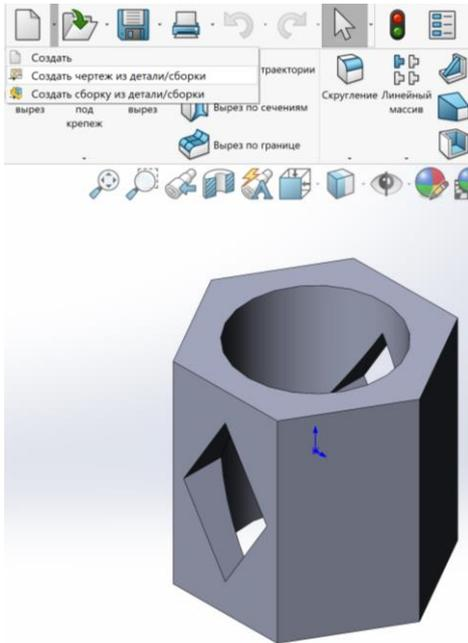
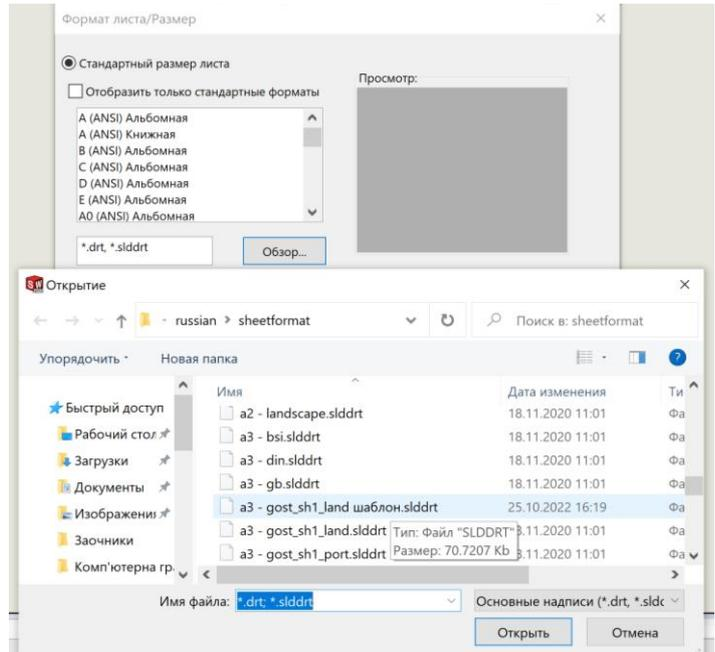

Рисунок 4.9 – 3D модель
Рисунок 4.10 – Відкриття шаблону
1. У відкритому документі побудованої 3D моделі обираємо створити кресленик з деталі (рис. 4.9). Далі натискаємо Огляд, обираємо шаблон, що було створено в графічній роботі №1 (рис. 4.10).